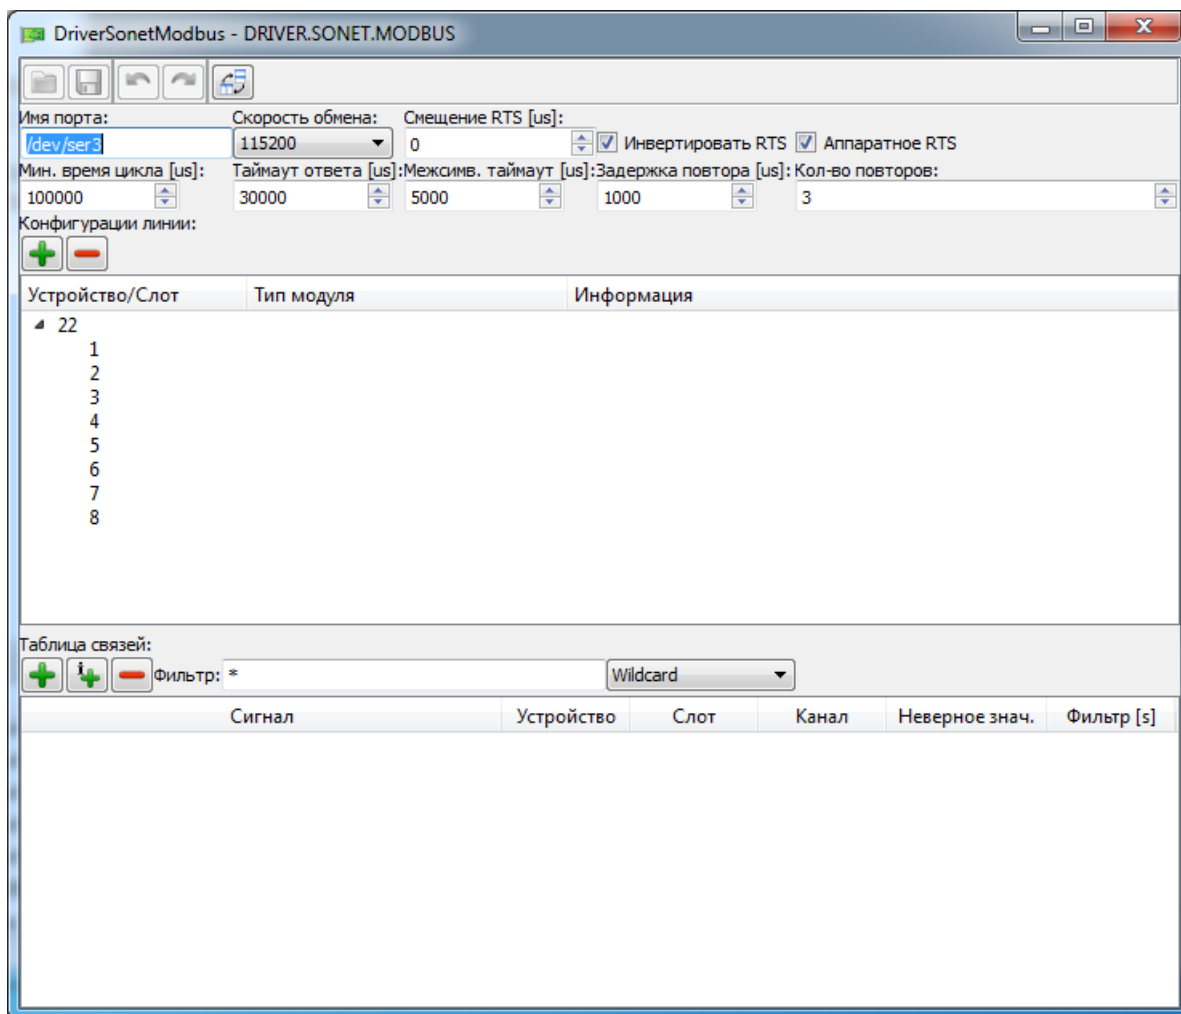

Рисунок 3.299 - Добавление нового устройства в конфигурацию
– в таблице **Конфигурации линии** отобразится контроллер с адресом 22 (см. рис. 3.299), для которого необходимо задать состав модулей ввода/вывода.